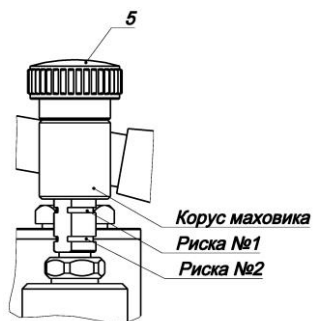

Рисунок 2 – Отсечной клапан
- перевести отсечной клапан (поз. 5) в режим создания давления, путем вращения маховика клапана по часовой стрелки до тех пор, пока не совместиться край корпуса маховика с первой риской №1 (рис. 2).
Перевести отсечной клапан (поз. 5) в режим создания давления, путем вращения маховика клапана по часовой стрелки до тех пор, пока не совместиться край корпуса маховика с первой риской №1 (рис. 2). Предварительное создание давления в помпе осуществляется с помощью поступательных движений рукояткой (поз. 6) насосного блока (поз. 2). Точное создание давление осуществляется отсечным клапаном в диапазоне движений корпуса маховика до риски №1. Положение корпуса маховика выше риски №1 соответствует сбросу давления. При необходимости отсечения насосного блока от рабочей полости приборов, сместите корпуса маховика до риски №2. Положение корпуса маховика ниже риски №2 соответствует режиму работы помпы без насосного блок. Данный режим необходим при давлениях менее 10 МПа при наличии в рабочей среде загрязнений. Режим работы при давлении менее 10 МПа с наличием загрязнений обусловлен возможной не стабильностью поддержания давления насосным блоком в загрязненных средах.